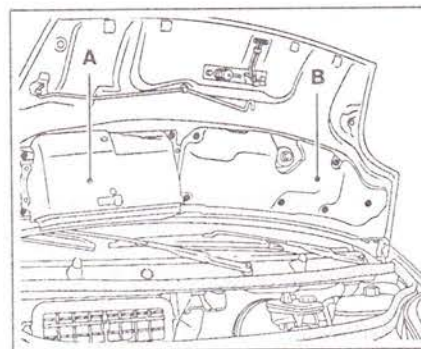

Рис. 5.11. Откройте капот и снимите корпус фильтра системы вентиляции салона **A**, крышку воздухозаборника **B**.
3. Откройте капот и снимите корпус фильтра системы вентиляции салона **A**, крышку воздухозаборника **B** (рис. 5.11).